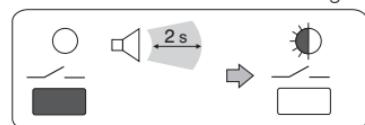

Fig. 6
- Maintenir la pression sur la touche "—/—" jusqu'à l'émission d'un simple signal sonore; puis la relâcher: la LED est clignotante (fig.6).